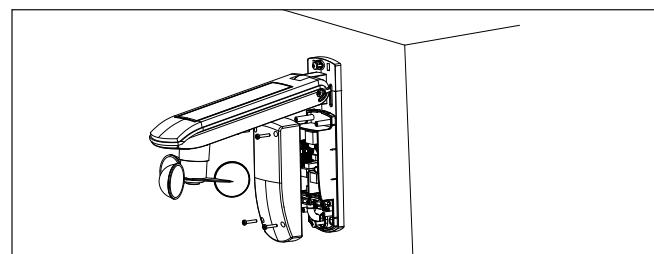

Abb. 5 Wandmontage
- Befestigen Sie die Wetterstation mit den beiliegenden Schrauben und Dübeln wie abgebildet auf einem ge-eigneten Untergrund (Abb. 5). Die USB-Leitung muss auf der Rückseite der Montageplatte korrekt in der Führung liegen, damit sie bei der Montage nicht eingeklemmt wird.